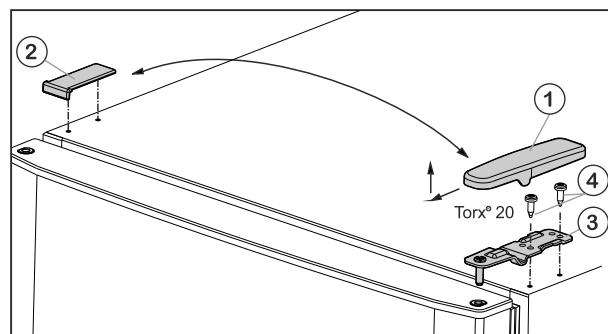

Fig. 5
- Kryt Fig. 5 (1) odoberte smerom dopredu a hore.
- Kryt Fig. 5 (2) nadvhynite.
- ▶ Hornú ložiskovú konzolu Fig. 5 (3) odskrutkujte (2 krát Torx® 20) Fig. 5 (4) a odoberte smerom hore.
- ▶ Vrchnú ložiskovú konzolu Fig. 5 (3) nasadte na novej strane závesu do dverí.
- ▶ Hornú ložiskovú konzolu **pevne (pomocou krútiaceho momentu 4 Nm)** priskrutkujte (2x Torx® 20) Fig. 5 (4). V prípade potreby použite akumulátorový skrutkovač.
- ▶ Kryt Fig. 5 (1) nasadte na opačnú stranu zvonka a zaklapnite.
- ▶ Kryt Fig. 5 (2) nasadte vždy na opačnú stranu zhora a zaklapnite.